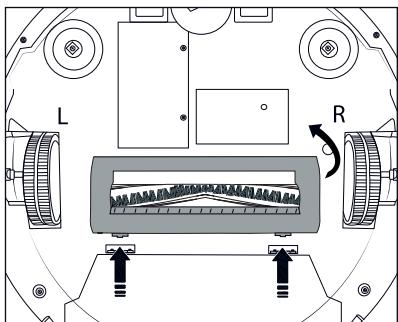

Fig. 14
① ¡ATENCIÓN!
- Utilice el aparato solo con los cepillos laterales ⑨ y el rodillo de cepillos ⑯ montados correctamente.
① Indicación
- Limpie regularmente el rodillo de cepillos ⑯ y los cepillos laterales ⑨ para garantizar el funcionamiento correcto del aparato y evitar fallos.
- ♦ Pulse los dos botones de desencastre de la cubierta del rodillo de cepillos ⑮ para soltarla. Retire la cubierta del rodillo de cepillos ⑯ del aparato (consulte la fig. 14).